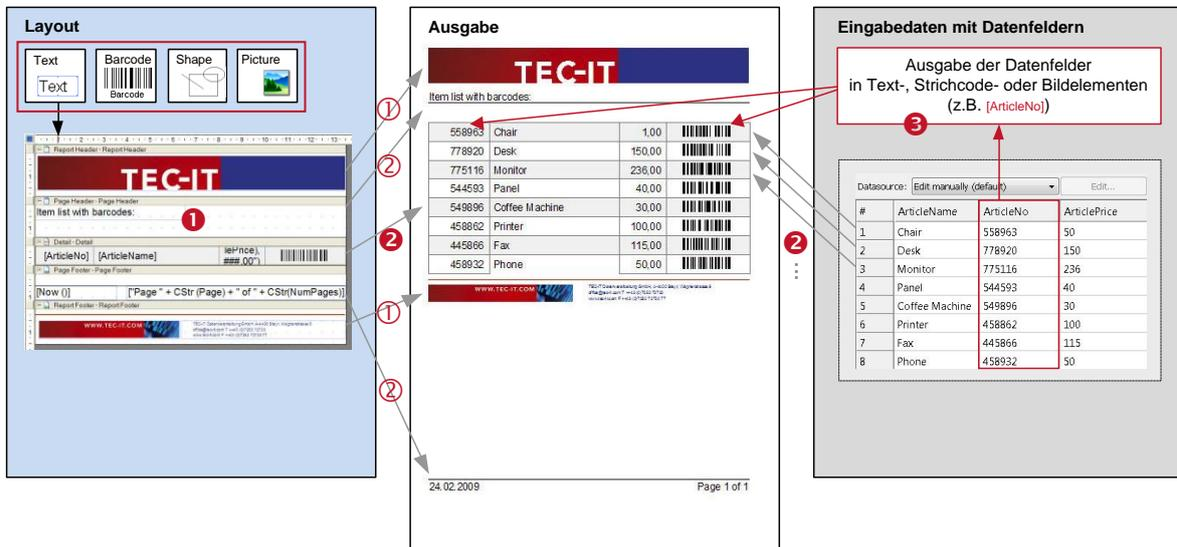

Abbildung 13: Vom Entwurf zur Ausgabe
Jedem Ausdruck liegt das Formularlayout zugrunde. Das Formularlayout nutzt verschiedene Designelemente wie Textelemente, Strichcodeelemente, grafische Elemente und Bilder, welche in den Formularbereichen platziert werden (siehe Abbildung 13, ❶).
Beim Generieren der Ausgabe wird jeder der Formularbereiche wiederholt ausgegeben: Der *Detailbereich* wird üblicherweise einmal pro Datensatz gedruckt (siehe Abbildung 13, ②). Der *Seitenkopf* und der *Seitenfuß* werden automatisch am Anfang bzw. am Ende jeder Seite hinzugefügt (siehe Abbildung 13, ②). Der *Berichtskopf* und der *Berichtsfuß* werden jeweils am Beginn und am Ende des Berichts gedruckt (siehe Abbildung 13, ①). Auf diese Weise setzt sich der fertige Ausdruck zusammen.
Für dynamische Inhalte werden spezielle Ausdrücke verwendet (Datenfelder, Formeln). Diese werden während des Druckens aufgelöst und die eigentlichen Daten werden eingefügt (siehe Abbildung 13, ③).